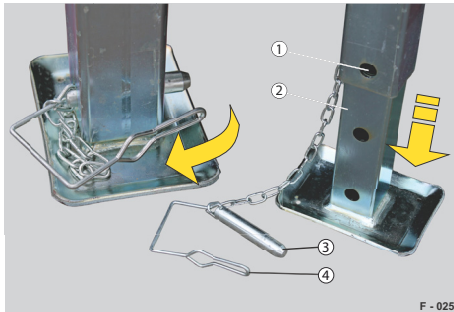

Abb. 23 Teleskopkurbelstütze, höhenverstellbar
- Bügelsicherung (Abb. 23/4) aus dem Steckbolzen (Abb. 23/3) drücken.
- Stellfuß (Abb. 23/2) nach unten verstellen, dass dieser in einer Bohrung (Abb. 23/1) arretiert werden kann. Stützen ggf. etwas hochkurbeln.